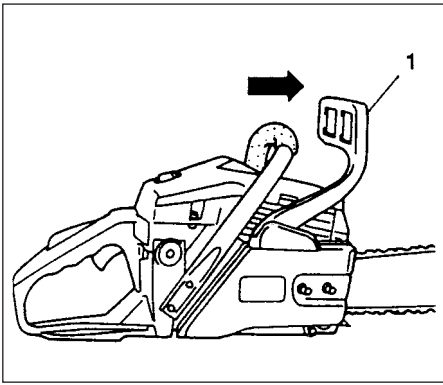

Fig.2-5
**Operação com o travão da corrente (opção) (Fig. 2-5)**